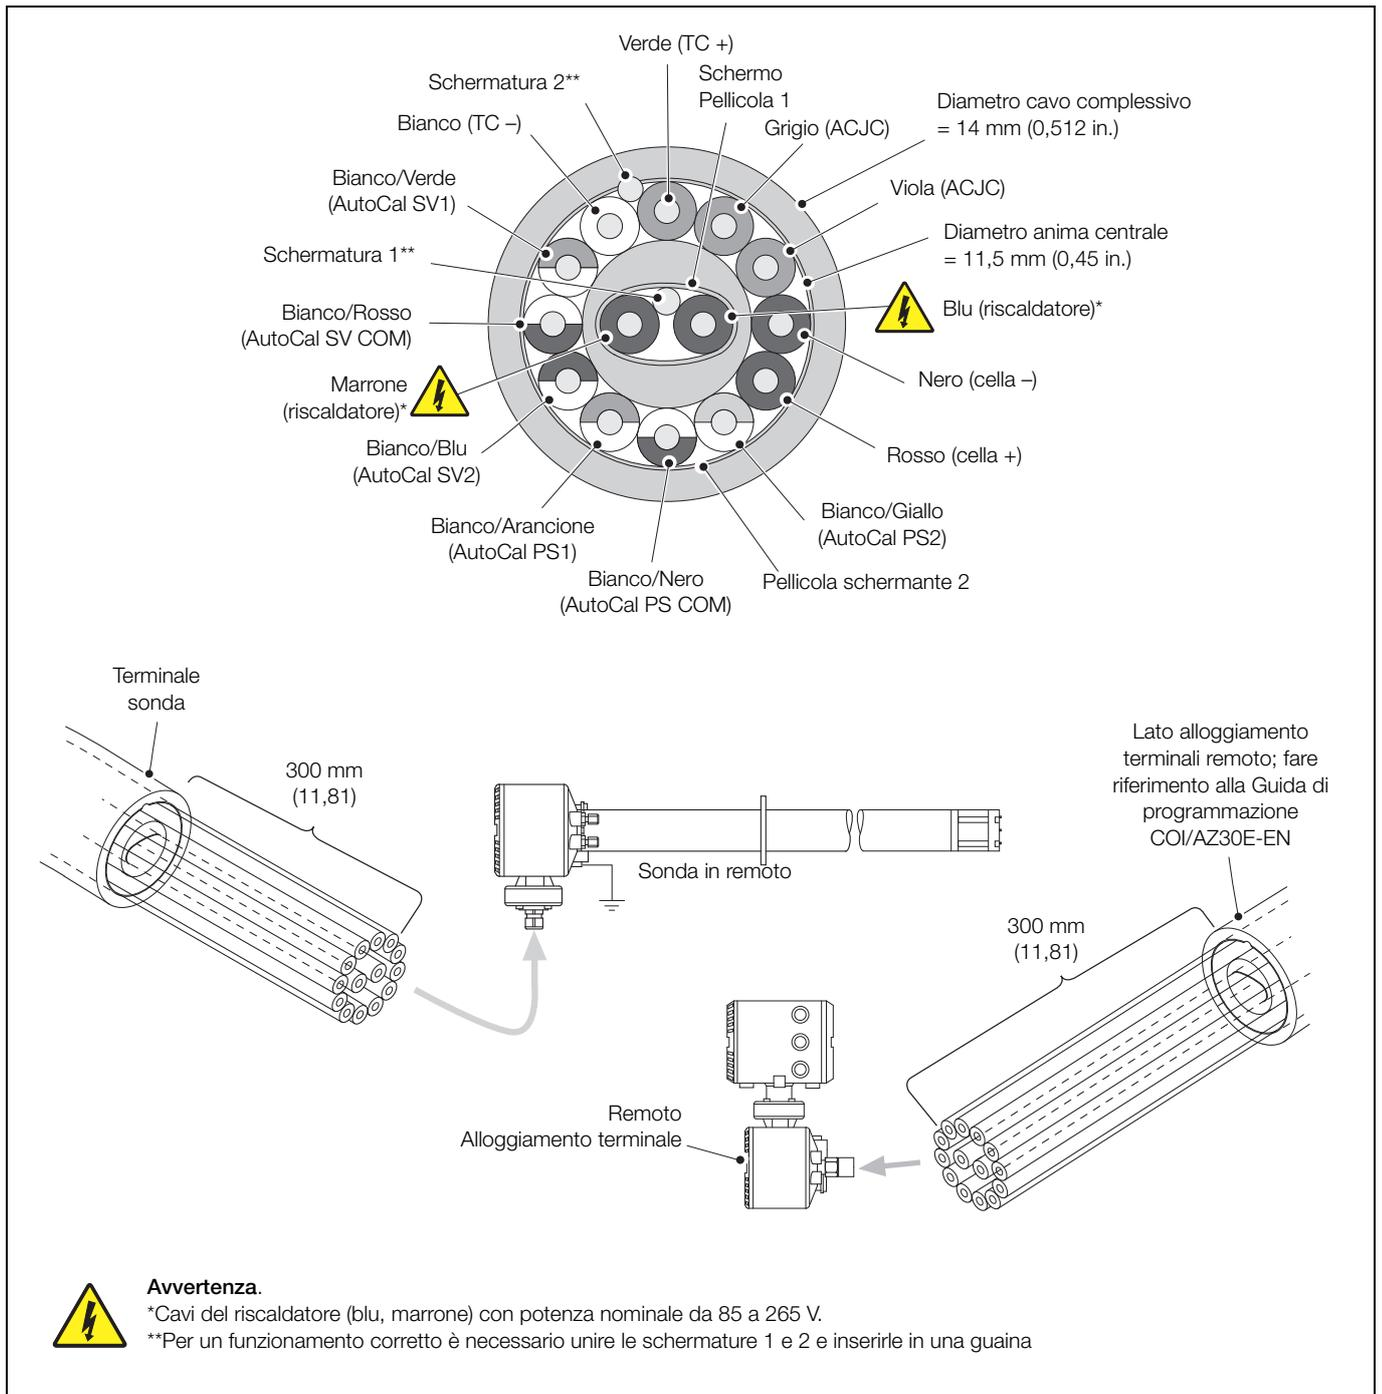

Fig. 5.3 Preparazione del cavo della sonda (ABB)
- Il pressacavi barriera M25 (o NPT da 3/4 in.) deve essere adatto all'utilizzo con il cavo "speciale" ABB a 16 anime, se ordinato con il sistema AZ30, o con qualsiasi altro cavo corrispondente alle nostre specifiche; vedere la Fig. 5.3 a pagina 25.
Facendo riferimento alla Fig. 5.3 a pagina 25: